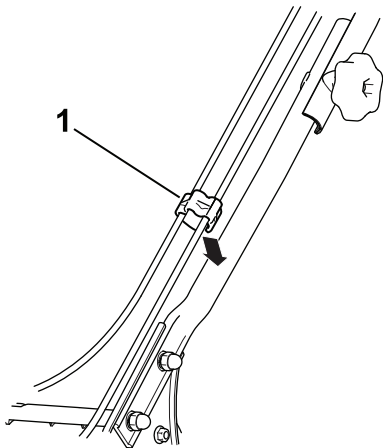

Figura 5
3. Insira os cabos na abraçadeira e prenda o clipe do cabo na pega, como se mostra na Figura 5.